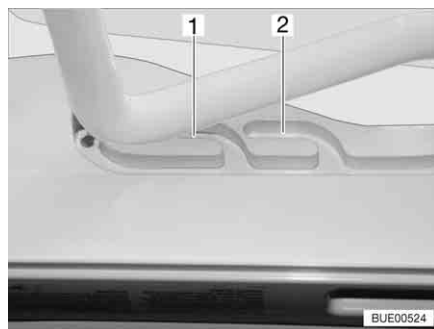
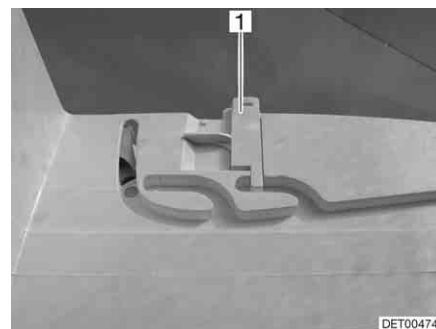

Fig. 106 Claraboya Heki en posición de ventilación
Fig. 107 Bloqueo de la posición de ventilación
La claraboya Heki se puede colocar en dos posiciones de ventilación: Posición de mal tiempo (Fig. 106,1) y posición mediana (Fig. 106,2). Según el modelo, la claraboya podrá ser bloqueada en la posición mediana con el pestillo (Fig. 107,1).
- Presionar el estribo ligeramente hacia arriba y empujarlo en la guía seleccionada (Fig. 106,1 ó 2) y, si fuera necesario, bloquearlo.